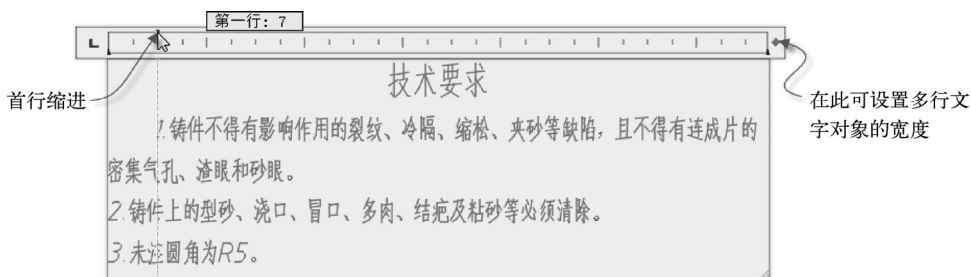

图 7-11 调整段落首行缩进等
④ 在输入框中选择第一行（这里指第 1 段）文字“技术要求”，接着在“文字编辑器”的“段落”面板中单击“居中”按钮，在“样式”面板中将文字高度设置为“5”。
⑤ 在输入框中选择“1.铸件不得有影响作用的裂纹、冷隔、缩松、夹砂等缺陷，且不得有连成片的密集气孔、渣眼和砂眼。”一段文字，确保在“段落”面板中单击“左对齐”按钮，接着在输入框的标尺中拖动相应滑块调整首行缩进，如图 7-11 所示。需要时可拖动相应滑块调整多行文字的宽度。